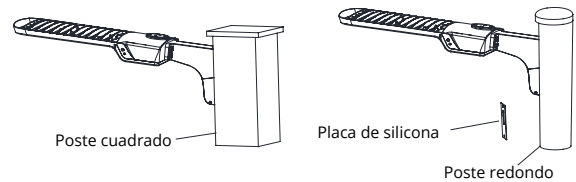

Figura 4
- 6 Cierre la placa de acceso. (Figura 4)